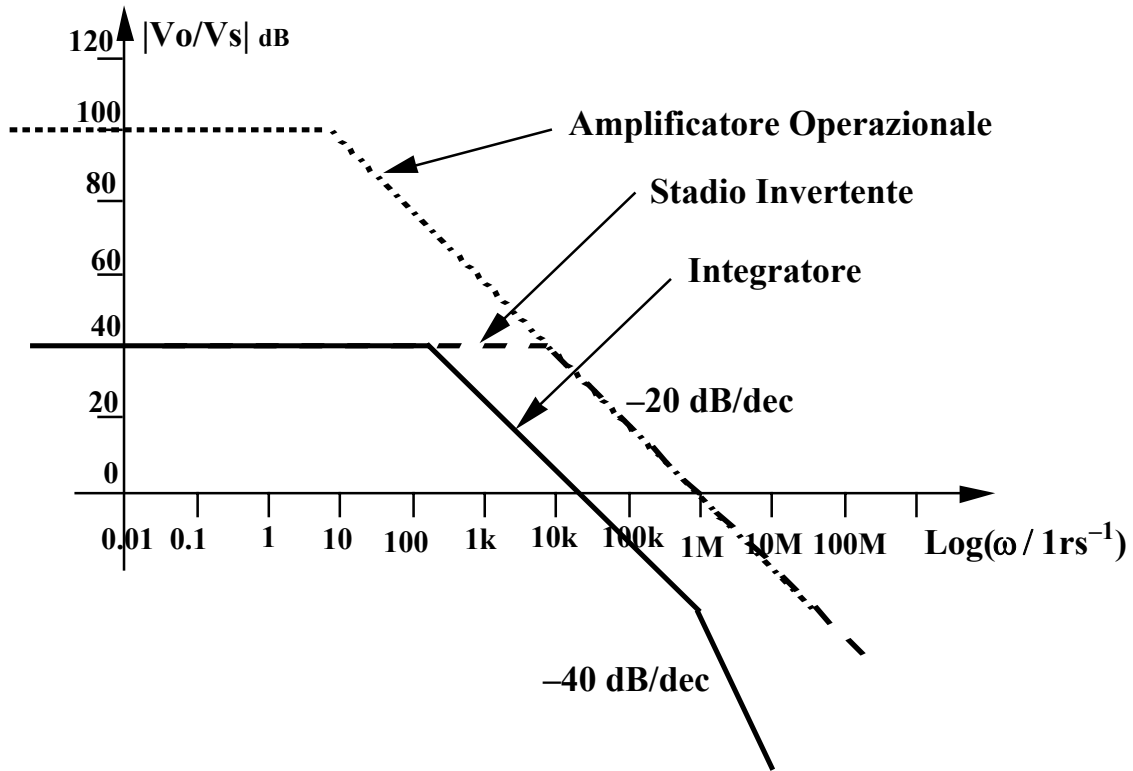

fig.51 Diagramma di Bode del modulo della risposta in frequenza dell'integratore di Miller nel caso  $R' = 100 \text{ k}\Omega$ .
Come si vede il secondo polo coincide con quello che si avrebbe in assenza di  $R'$ , mentre il primo polo e' determinato dalla costante di tempo  $\tau'$  del parallelo  $R' C$ ; anche il guadagno in continua risulta modificato: esso vale infatti  $-\frac{R'}{R}$  ed e' in modulo molto minore del precedente ( $A_0$ ). Il diagramma di Bode del modulo della risposta in frequenza corrispondente alla (9) e' riportato nella fig.51; il circuito si comporta da buon integratore per